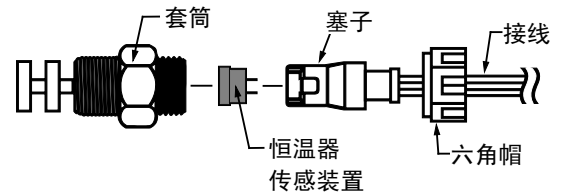
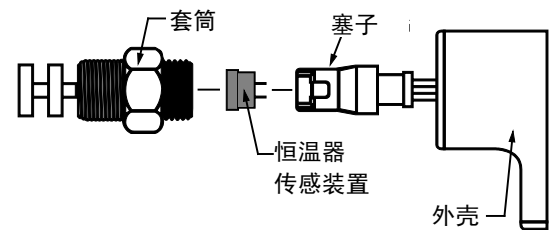

图 12。防风雨恒温器总成的分解图，显示传感装置的更换件。
图 13。第 D 组、第 I 类恒温器总成的分解图，显示传感装置的更换件。
1. 拆下套筒。对于防风雨型号，拧下六角帽。对于第 D 组、第 I 类型号，将套筒从外壳拧下。见图 12、图 13。